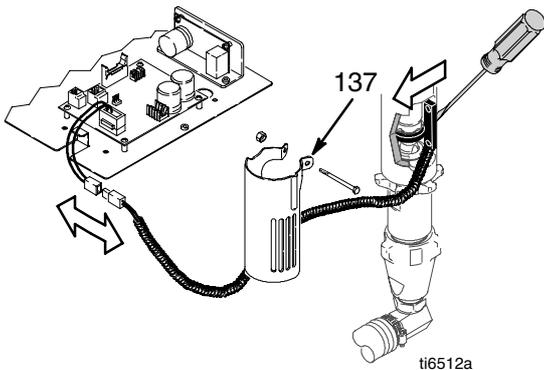
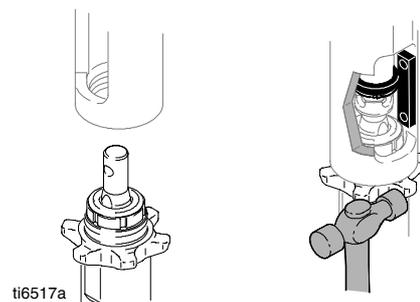

Рис. 9
Рис. 14
1. См. Рис. 9. Отсоедините кабель счетчика расхода на задней панели регулятора давления и на двигателе.
2. Снимите кожух (137) и геркон с гидравлического мотора.
2. См. Рис. 14 – 16. Установите насос.
3. Установите новый геркон и кожух (137) на гидравлическом моторе.
4. См. Рис. 9. Подсоедините кабель счетчика расхода на задней панели регулятора давления и на двигателе.
1. См. Рис. 14. Вкрутите контргайку до нижней части резьбы насоса. Вкрутите насос полностью в коллектор. Выкручивайте насос из коллектора до тех пор, пока выпускное отверстие насоса не совместится со шлангом. Вручную затяните контргайку, а затем с помощью молотка еще на 1/8 - 1/4 оборота или затяните с усилием в 270 Нм.